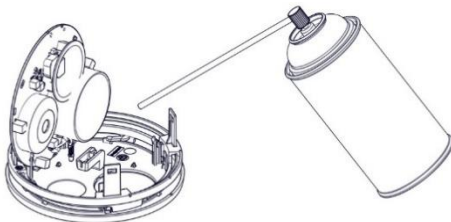

Figure 16
5. Utilisez un dépoussiéreur pour retirer les débris, la poussière et la saleté qui s'accumulent principalement autour de la chambre de combustion (*voir Figure 16*).